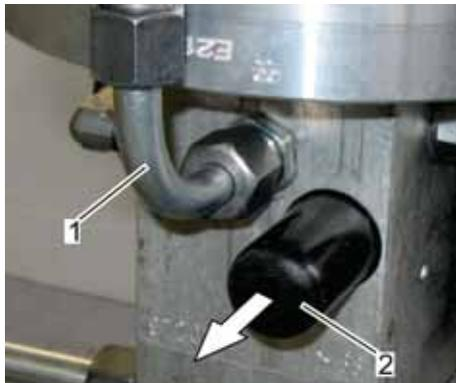

Abb. 24: Schutzkappe abnehmen
1. Die Schutzkappe (Abb. 24/2) des Zuströmventils in Pfeilrichtung abziehen.